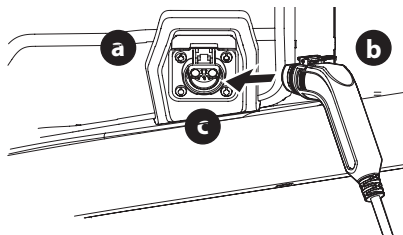

Figura 11
1. Levante la tapa del puerto de carga (a) (Figura 11).
2. Inserte el cable de carga (b) en el puerto de carga (c) (Figura 11).